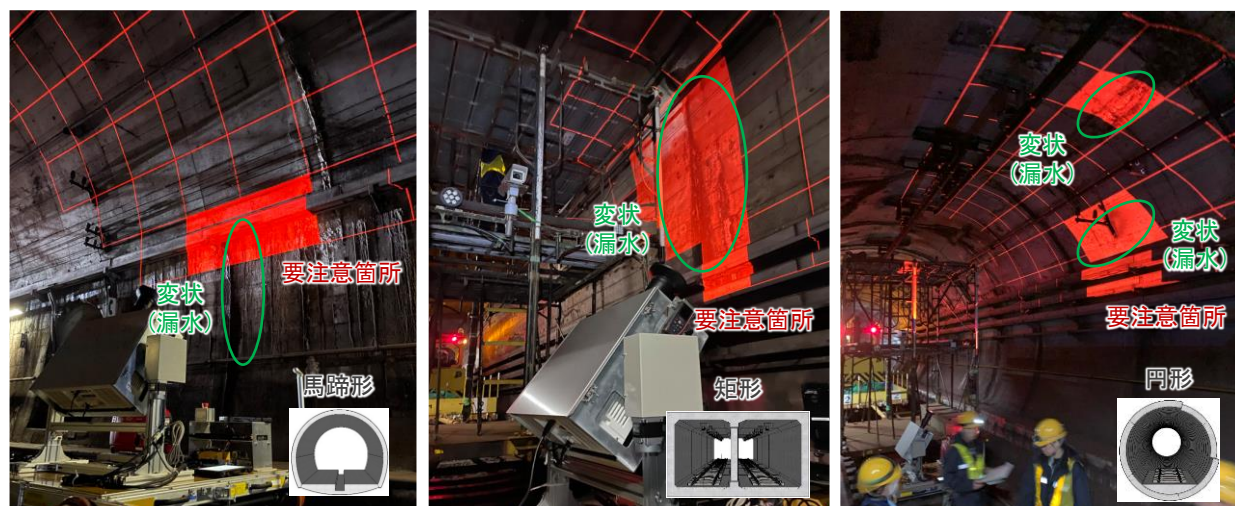

図3 実トンネルでの様々な断面形状に対応した投影状況
- トンネル断面形状と走行量に応じて、投影するメッシュ形状をリアルタイムで補正できるアルゴリズムを構築しました。また、走行量に連動してメッシュがスクロールし、要注意箇所を赤く塗りつぶして投影することで位置の特定が容易にできるようになりました（図3）。